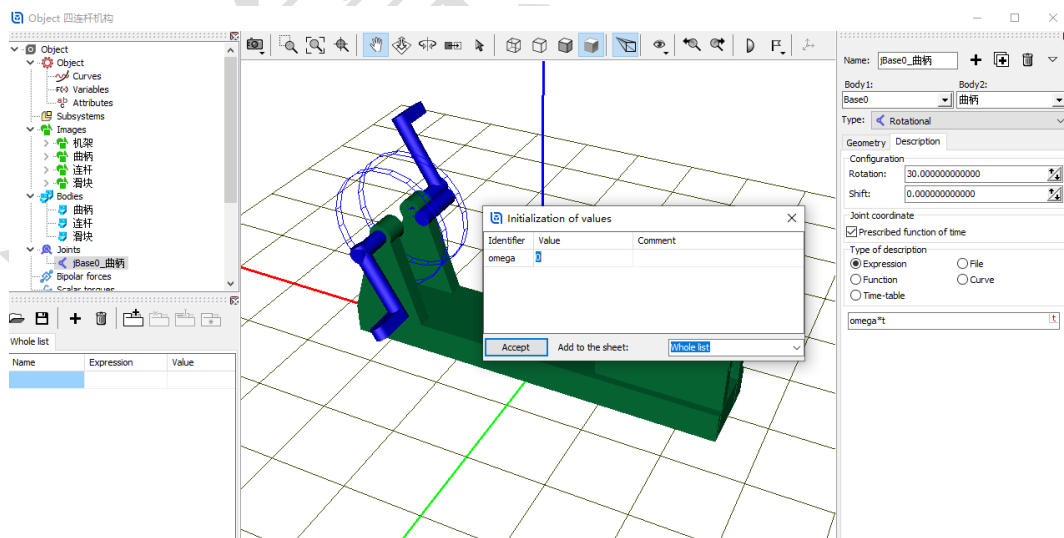

图 2-55
- 11) 在最下方数据框输入表达式 **omega*t**，回车，在弹出界面点击 **Accept**，这时新的参数符号 **omega** 会自动添加到左侧下方的参数符号列表，缺省值为 **0**，**t** 则是系统变量时间。这个表达式用来定义时间函数驱动的转动，所有带 **t** 标记的数据框都可以输入显含时间的函数表达式，如图 2-55。